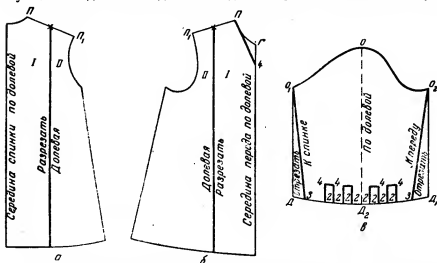

Рис. 171. Нанесение линий фасона платья в складку с воротником «шалька»:
**Спинка.** Линию плеча (рис. 171, а) от точки П до точки П1 делят на две равные части и обозначают точкой деления. От точки деления вниз проводят параллельно середине спинки вертикальную линию до низа изделия. Разделенные части обозначают цифрами (I и II).
Полочка. Линию плеча (рис. 171, б) от точки П до точки П1 делят на две равные части и обозначают точкой деления. От точки деления вниз проводят параллельно середине переда вертикальную линию до низа изделия. Разделенные части обозначают циф-
Рукав. От точки Д вправо откладывают 3 см (рис. 171, в). Точку 3 соединяют по линейке с точкой О1. От точки Д1 влево откладывают 3 см, точку 3 соединяют по линейке с точкой О2. От точки О вниз проводят вертикальную пунктирную линию до низа рукава и обозначают буквой Д2. От точки Д2 вправо и влево откладывают по 2 см (расстояние от середины рукава до первой мягкой складки). Затем откладывают по 2 см на глубину складки, высота складки 4 см.